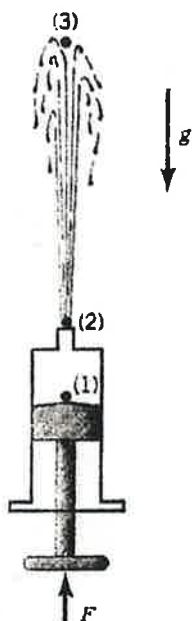

Figura E3.4
Considere o escoamento de água mostrado na Fig. E3.4. A força aplicada no êmbolo da seringa produzirá uma pressão maior do que a atmosférica no ponto (1) do escoamento. A água escoo pela agulha, ponto (2), com uma velocidade bastante alta e atinge o ponto (3) no topo do jato. Discuta, utilizando a equação de Bernoulli, a distribuição de energia nos pontos (1), (2) e (3) do escoamento.